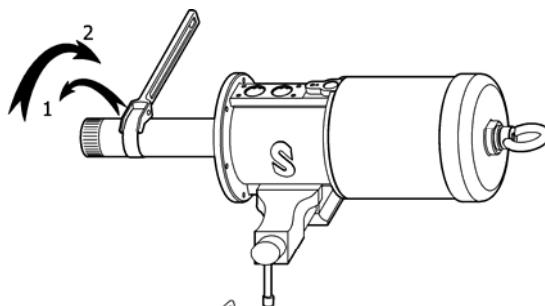

Fig. 5
2. To unscrew the suction tube (53) from the pump body (37), use a strap-wrench on the suction tube (53). Pull first clockwise to break the sealing, and then counter clockwise to loosen and remove the suction tube assembly (fig. 5).
2. Para desenroscar el tubo de aspiración (53) del cuerpo de la bomba (37), usar una llave de correa en el tubo de la bomba (53). Tirar primero contra las agujas del reloj para romper el sellador y luego hacia el otro sentido para desenroscar y quitar el tubo de aspiración (Fig. 5).
2. Pour desserrer le tube d'aspiration (53) du corps de la pompe (37), utiliser une clé à sangle au niveau du tube de la pompe (53). Tirez tout d'abord dans le sens contraire des aiguilles d'une montre pour décoller la pâte d'étanchéité et tirer ensuite dans le sens des aiguilles d'une montre pour desserrer et retirer l'ensemble du tube d'aspiration (Fig. 5).